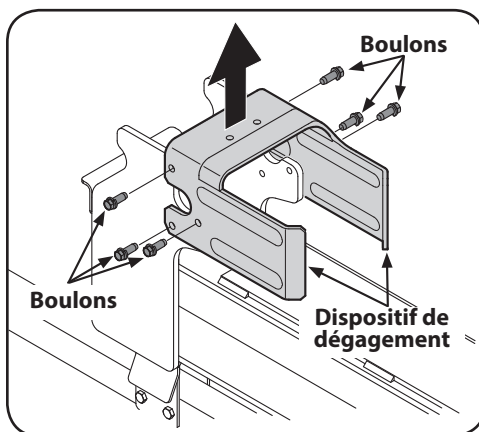

Figure 3-4
14. Enlevez les six boulons pour retirer le dispositif de dégagement du support de la poutre. Voir Figure 3-4.
17. Placez le dispositif de dégagement par-dessus le coin de fendage et fixez-le aux supports soudés avec la quincaillerie retirée à l'étape 14. Voir Figure 3-4.